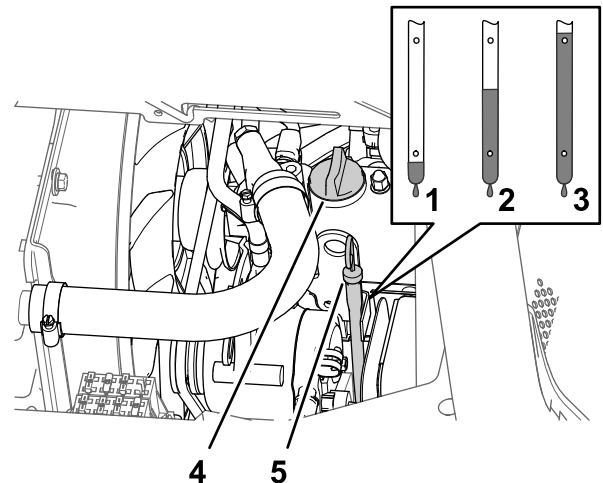

Figure 113
- Retirez le bouchon de remplissage d'huile du goulot de remplissage sur le couvre-culasse (Figure 113) et versez avec précaution environ 80 % de la quantité d'huile spécifiée dans le goulot de remplissage.
- Sortez la jauge et vérifiez le niveau d'huile dans le carter moteur (Figure 113).
- Faites l'appoint d'huile spécifiée avec précaution pour faire monter le niveau jusqu'au repère maximum sur la jauge (Figure 113).
8. Remettez le bouchon de remplissage d'huile dans le goulot de remplissage et la jauge dans son tube (Figure 113).